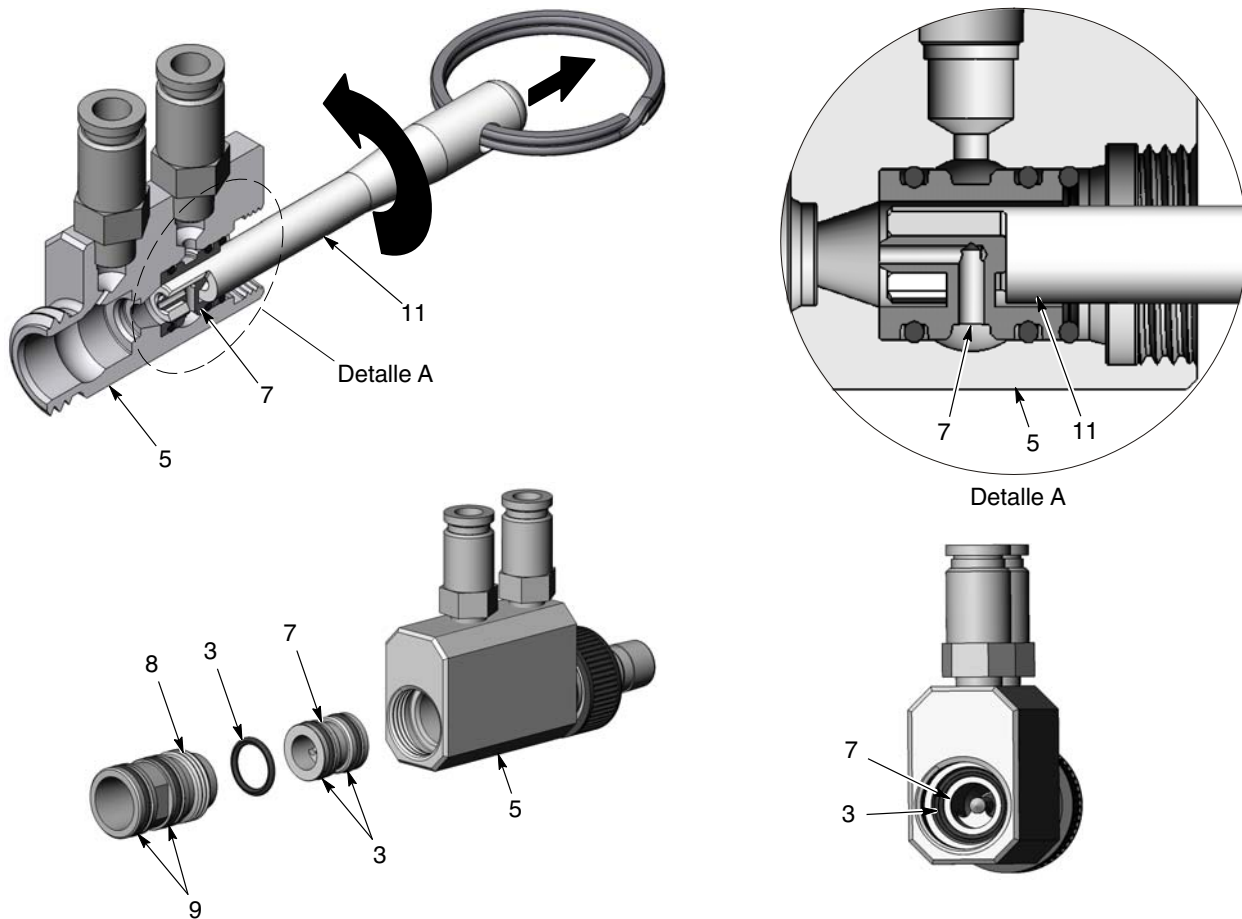

Figura 4 Extracción e instalación del inyector
1. Ver la figura 4. Desenroscar el adaptador del inyector (8) del cuerpo de la bomba (5) con una llave inglesa.
2. Insertar una herramienta de extracción (11) en el inyector (7) y rotarla en sentido horario para enganchar la arandela del inyector, tal y como se muestra. Girar la herramienta en sentido horario mientras se tira de ella para extraer el inyector del cuerpo de la bomba.
4. Instalar dos juntas tóricas (3) en el inyector, posteriormente apretar el inyector contra el cuerpo de la bomba, asegurándose de que la boquilla del inyector mira hacia el extremo de la salida del cuerpo. La herramienta de extracción puede emplearse para ajustar el inyector completamente en la parte inferior del cuerpo de la bomba.
5. Examinar la junta tórica suelta (3) y asegurarse de que no está dañada ni doblada. Insertarla en el cuerpo de la bomba y asentarla en el inyector. Se puede emplear el extremo de la herramienta de extracción para asegurarse de que está asentada correctamente.